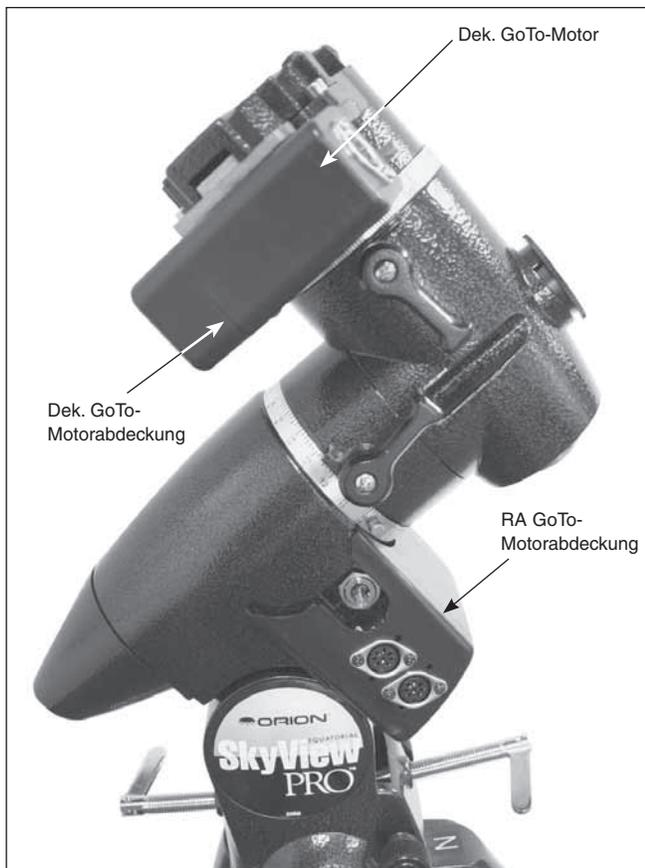

Abbildung 12. Installierte GoTo-Motoren
5. Nachdem dek. GoTo-Motor und Getriebe installiert wurden und die Zahnräder entsprechend ineinander greifen, können Sie die dek. GoTo-Motorabdeckung mit den zwei 8 mm langen Kreuzschlitzschrauben installieren und sichern. Sobald Sie den dek. GoTo-Motor und die Abdeckung installiert haben, sollte Sie Ihre Halterung **Abbildung 12** ähneln.